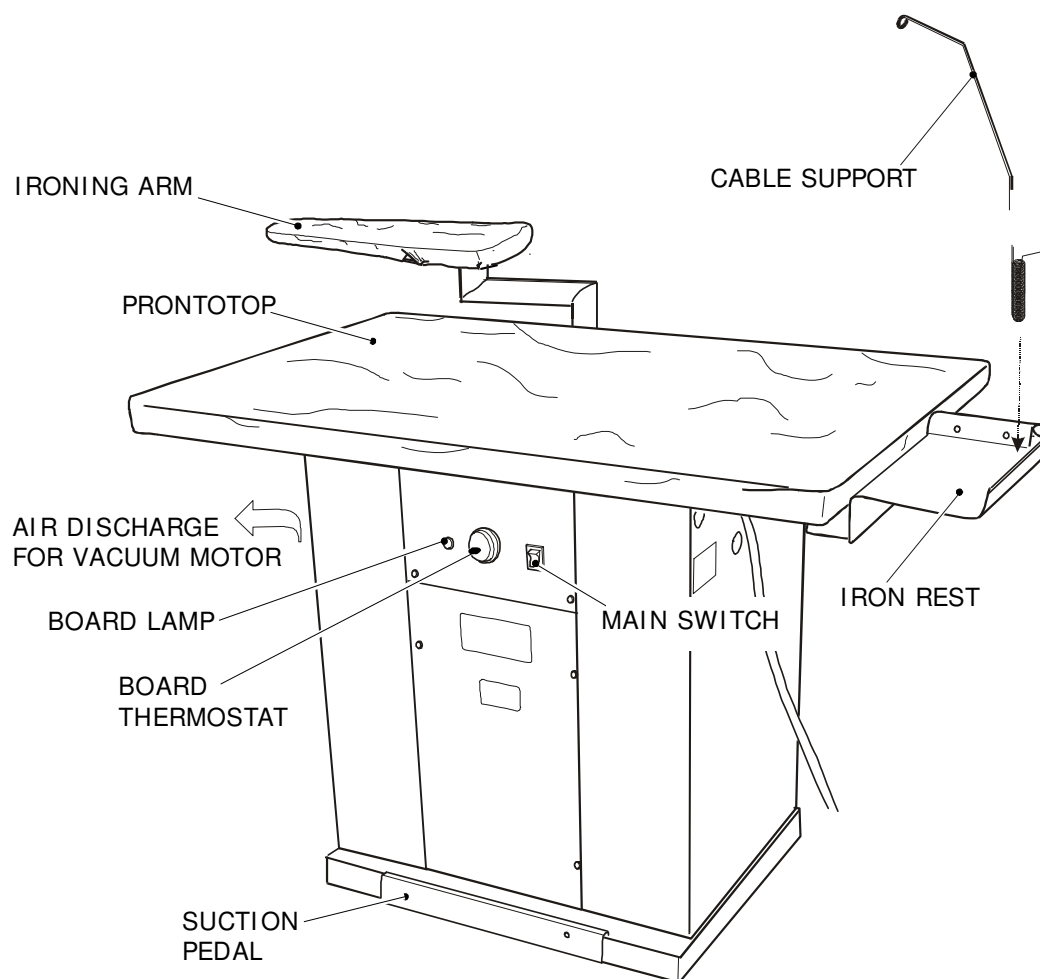
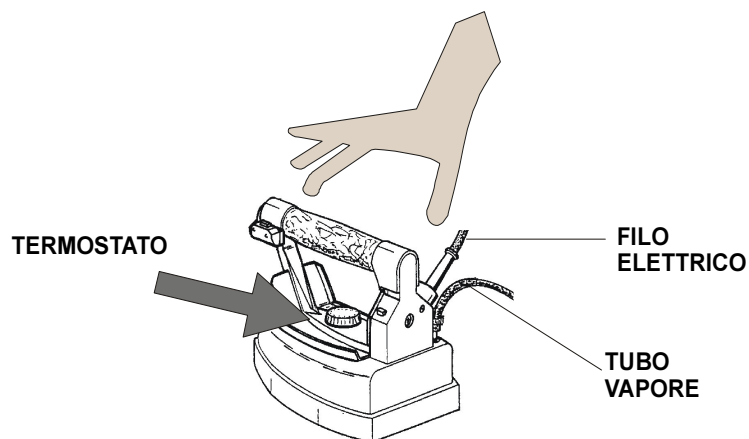
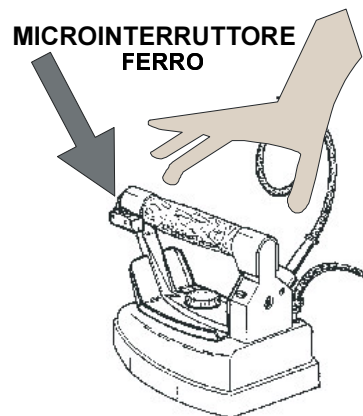

Fig. 1
Рис. 2
Рис. 3
2. Распакуйте глад. Стол мод. PUS200 из картонной упаковки и закрепите стержни-держатели шлангов в специальное отверстие (рис. 1).
2. Включить кнопку выключателя (рис. 1), повернуть рукоятку термостата на 80/90° (рис. 1): когда сигнальная лампочка погаснет, стол готов к работе.
1. Гладить утюгом изделие для глажения (рис. 3), периодически нажимая на кнопку подачи пара на утюге и одновременно нажимать на педаль вытяжки воздуха из гладильного стола (рис. 1). Причем педаль включения вытяжки рекомендуется держать нажатой на несколько секунд дольше, чем кнопку подачи пара на утюге, что поможет быстрее высушивать изделие на гладильном столе. Для более качественного глажения советуем регулятор температуры утюга (рис. 2) устанавливать в конечную позицию "cotone".
3. Во время глажения всегда ставьте утюг на специальный коврик на столе (рис. 1) Необходимо следить, чтобы паровой шланг и электропровод не перекручивались и не касались гладильного стола, это может вызвать разрыв парового шланга или короткое замыкание в электропроводке.
4. При сухом глажении термостат утюга (рис. 2) можно регулировать в зависимости от рекомендации по глажению конкретных тканей. При глажении с применением пара регулятор на утюге устанавливать в позицию “cotone”.
4. При поврежденной электропроводке утюга (рис. 2);
5. При потере воды из утюга (рис. 3);
7. Промывать или чистить утюг водой (рис. 3).
Рекомендуем проводить замену чехла каждые 320 часов работы на нем, или максимум каждые 3 месяца. Во время этой операции стол должен быть холодным и выключен от сети (рис. 1: чехол). **Примечание:** Чехол можно стирать 1-2 раза.